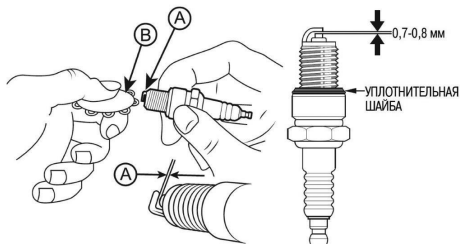

Рис. 20. Проверка зазора между электродами
4. Измерьте зазор А между электродами свечи зажигания специальным щупом В. Зазор А должен быть 0,7-0,8 мм (Рис. 20). При увеличении или уменьшении требуемого зазора, рекомендуется заменить свечу, так как регулировка зазора может привести к изменению качества искрообразования.